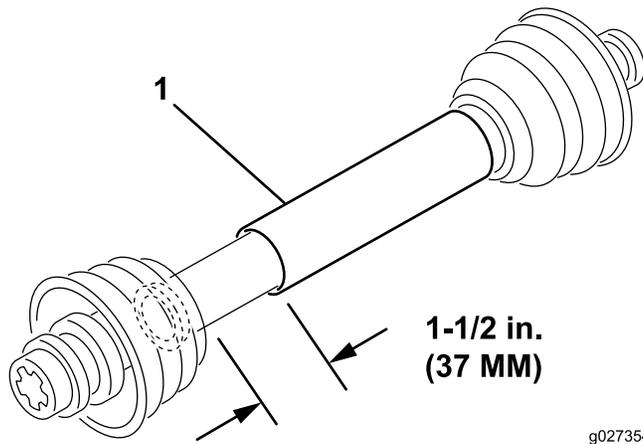

Рисунок 4
3. При самой короткой длине две половины вала механизма отбора мощности должны иметь дополнительный зазор для сжатия не менее 37 мм (Рисунок 4).